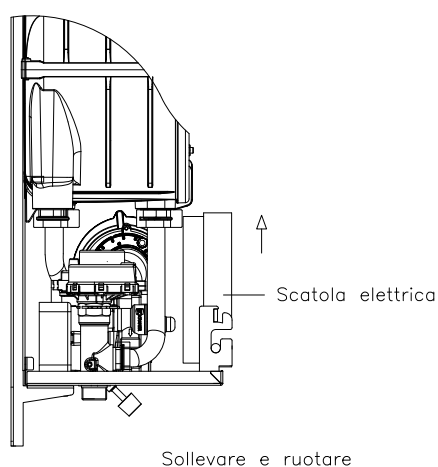

Fig. 37
7.18 - SOSTITUZIONE SCATOLA PANNELLO STRUMENTI (Fig. 37)
E' possibile, per facilitare le operazioni di manutenzione sulla caldaia, sganciare la scatola del pannello strumenti come indicato nelle figure 37 e 38. Per rimuovere la scatola occorre, rimuovere il pannello frontale e, con entrambe le mani, sollevare e tirare verso l' esterno la scatola.